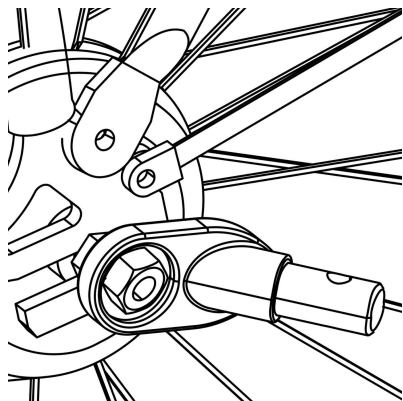

Figura 2
**2. Eje con tuerca:** Desenrosque la tuerca con arandela del lado izquierdo del eje trasero de la bicicleta. Instale el enganche en el eje y vuelva a enroscar la tuerca con la arandela ( Figura 2 ).